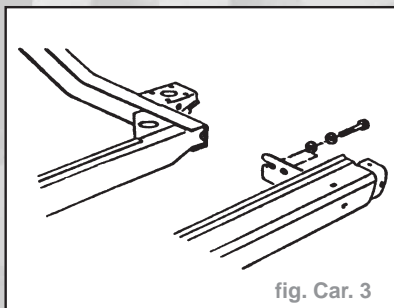

fig. Car. 3
- les montants de pare-chocs des longerons du châssis (fig. Car. 3).